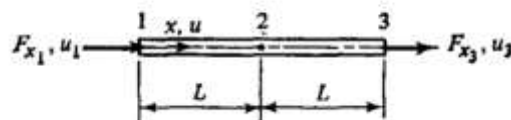

Рис. P2.11.
11. На рис. P2.11 приведена матрица жесткости трехузлов стержневого элемента. Осуществите конденсацию этого представления и получите систему уравнений жесткости для u_1 и u_3 .